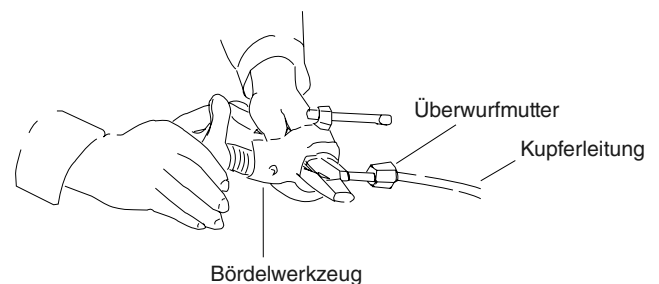

Abb. 7-3
- (3) Die Überwurfmutter von der Einheit abnehmen und an der Kupferleitung anbringen.
- (4) Das Ende der Kupferleitung mit einem Bördelwerkzeug aufweiten. (Abb. 7-3)